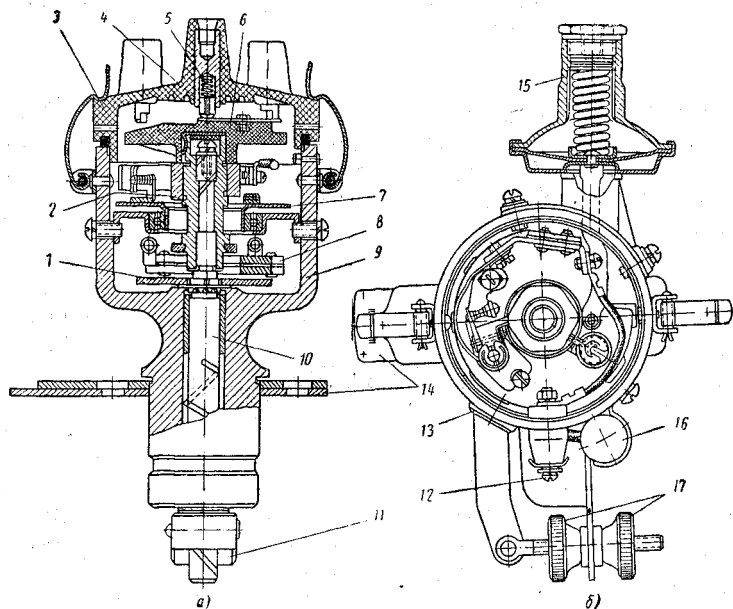

Рис. 90. Распределитель:
**Распределитель Р21-А** (рис. 90) имеет центробежный регулятор для автоматического изменения угла опережения зажигания в зависимости от числа оборотов вала дви-
1. Снять вакуумный регулятор 15 (см. рис. 90) с распределителя. Для сохранения регулировки регулятора нужно предварительно до отвертывания винтов отметить рисками его положение на корпусе распределителя. Одну риску надо нанести на кронштейне вакуумного регулятора, а другую на корпусе распределителя (риски должны быть расположены одна против другой).
4. Вращением гаек 17 (см. рис. 90) октан-корректора совместить указательную стрелку верхней пластины с риской 0 на нижней пластине.